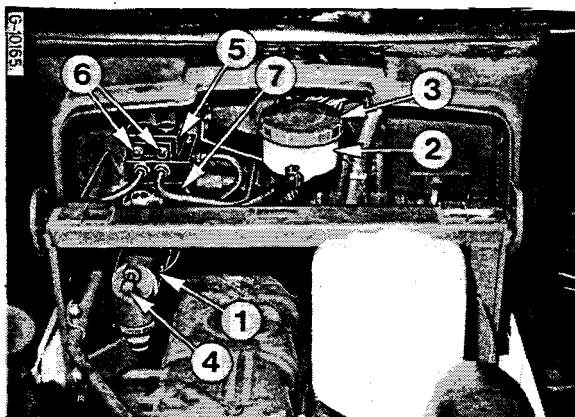

Figure 94
Vérifiez le niveau d'huile dans le réservoir (2) Fig. 94 de la façon suivante :